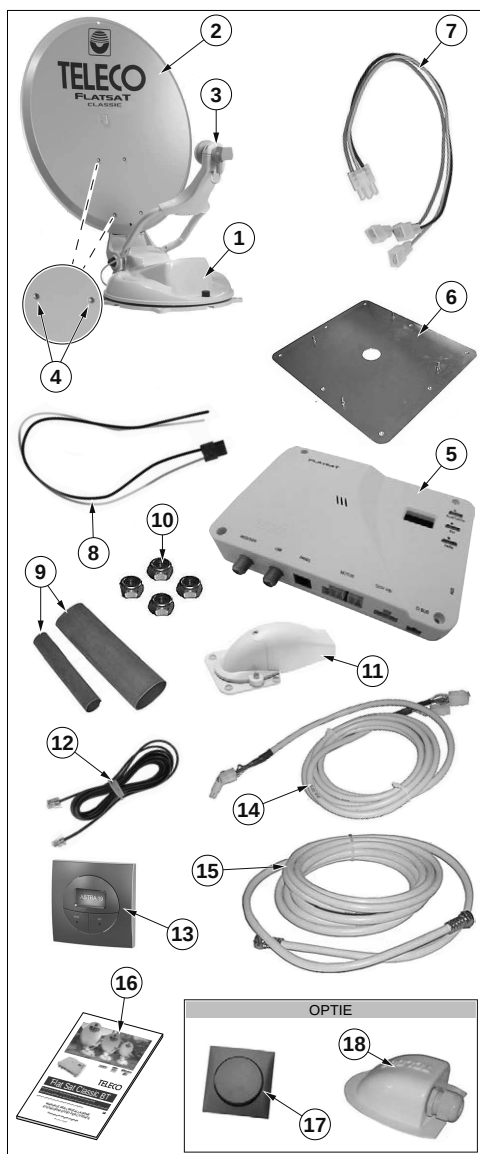

Fig. 1
- Één verpakking waar alleen de schotel in zit ("Fig. 1" - 2).
Ga na of het schotelblad ("Fig. 1" - 2) tijdens het transport niet beschadigd is door het volgende te controleren:
Gemotoriseerde buitenunit	("Fig. 1" - 1)
Schotel	("Fig. 1" - 2)
4 schroeven en 4 zelfbor-gende moeren	("Fig. 1" - 4)
Bedieningsunit	("Fig. 1" - 5)
Voedingskabel	("Fig. 1" - 7)
Bevestigingsplaat	("Fig. 1" - 6)
Krimpkousen	("Fig. 1" - 9)
4 zelfborgende M6 moeren	("Fig. 1" - 10)
Waterdichte kast voor doorvoer kabels	("Fig. 1" - 11)
Verlengsnoer motorverbindingskabel gemotoriseerde buitenunit/bedieningsunit	("Fig. 1" - 14)
Verlengsnoer coaxverbindingskabel gemotoriseerde buitenunit/bedieningsunit	("Fig. 1" - 15)